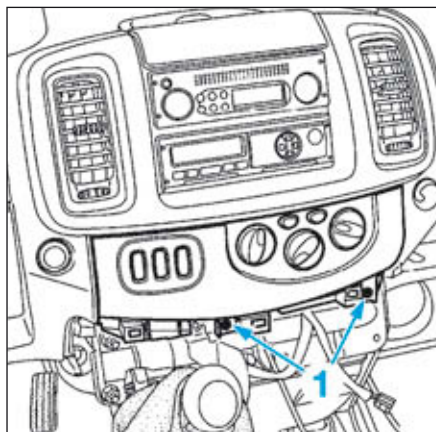

FIG.51
- les vis (1) du panneau de commande de chauffage (Fig.51),